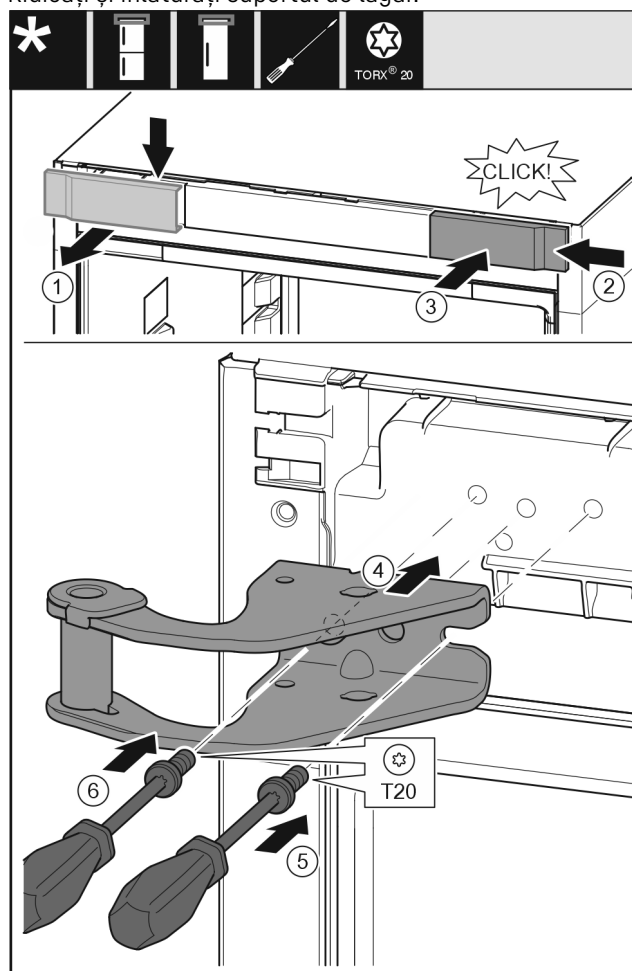

Fig. 11
- Detașați capacul Fig. 11 (1) de sus spre înainte.
- Acroșați pe cealaltă parte din dreapta capacul Fig. 11 (2) rotit cu 180°.
- Fixați capacul Fig. 11 (3) în poziție.
- Aplicați suportul de lagăr superior Fig. 11 (4).
- Așezați și înșurubați ferm șurubul Fig. 11 (5) cu șurubelnița.
- Așezați și înșurubați ferm șurubul Fig. 11 (6) cu șurubelnița.